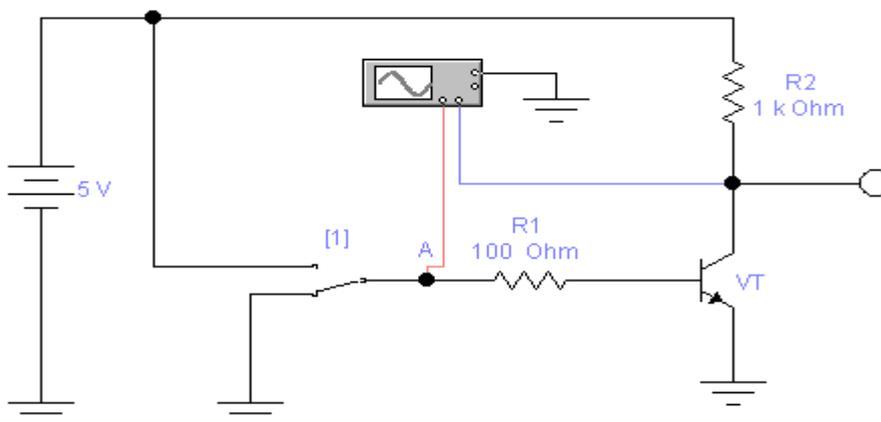

Рисунок 1 – Схема логического элемента НЕ (РТЛ)
1. Объясните работу схемы рис.1. Что в ней изменится, если напряжение питания в ней установить 8 В вместо 5В?